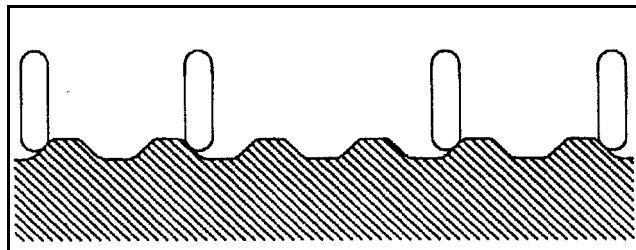

Figura 16. Posição da roda
Para compensar a mudança de profundidade, mova os rodízios contra a lateral do canteiro externo (consulte a Figura 16). As rodas tenderão então a escalar a lateral do canteiro e impedirão que os manguais batam na parte superior do canteiro.
1. Eleve todos os cilindros de elevação do triturador até a altura máxima de elevação. Dobre as travas de transporte para a posição (consulte a Figura 16). Abaixar o cilindro sobre a trava de transporte. Verifique se todos os cilindros assentaram no ponto inferior.